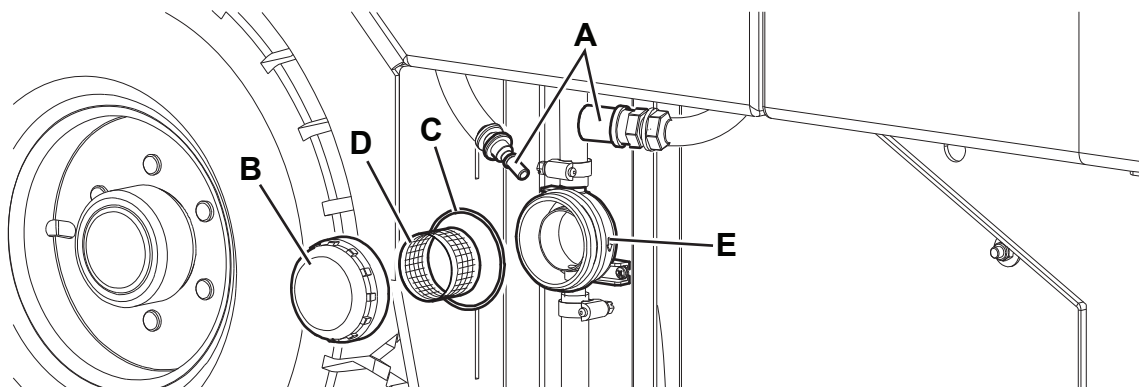

Figure 9
1. Amener la machine sur un sol plat, activer le frein de stationnement et tourner la clé de contact (57) sur « O ».
2. Dégager le raccord rapide (A, Fig. 9) du réservoir.
3. Démonter le panneau gauche (2) pour rejoindre le filtre à eau (30).
4. Enlever le couvercle transparent (B) avec le joint (C), puis enlever le filet filtrant (D). Les nettoyer et les reposer dans le support (E).